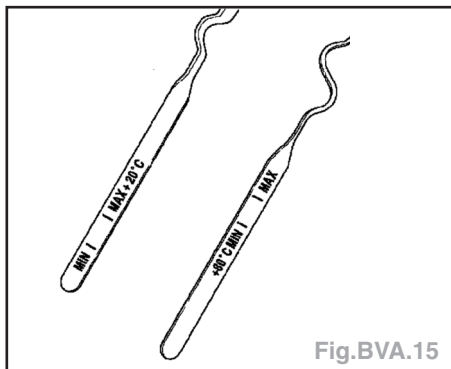

Fig. BVA.15
**Boîte AF 22 (Fig.BVA.15) :**